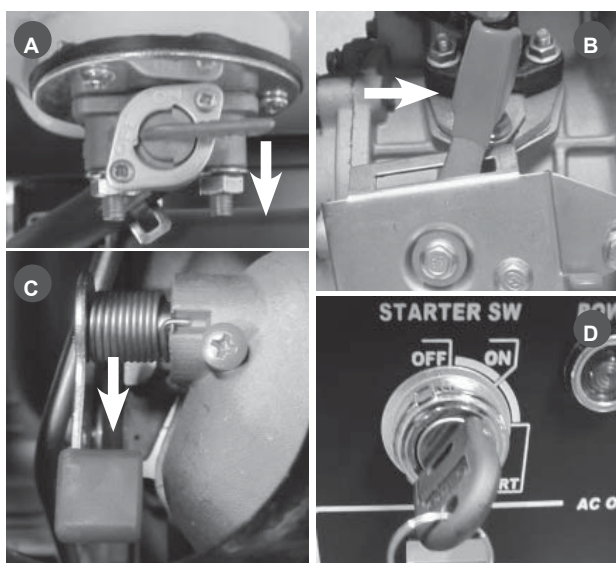

Рис.8
3. Откройте топливный кран (Рис.8А)
4. Переведите рычаг регулировки оборотов в положение «Работа» (Рис.8В)
6. Опустите рычаг декомпрессора вниз Рис.8С.
5. Переведите рычаг регулировки оборотов в положение «Работа» (Рис.8В).